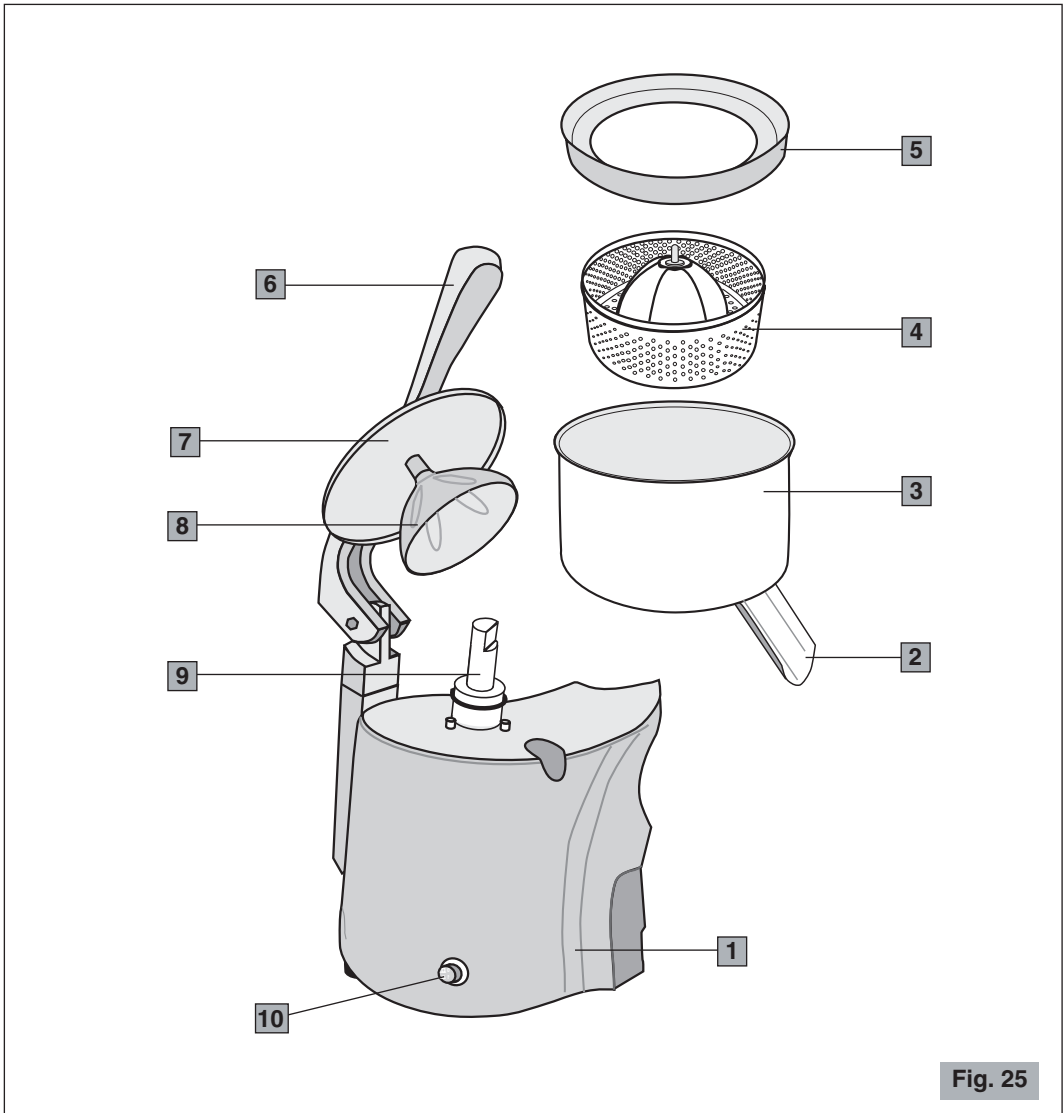
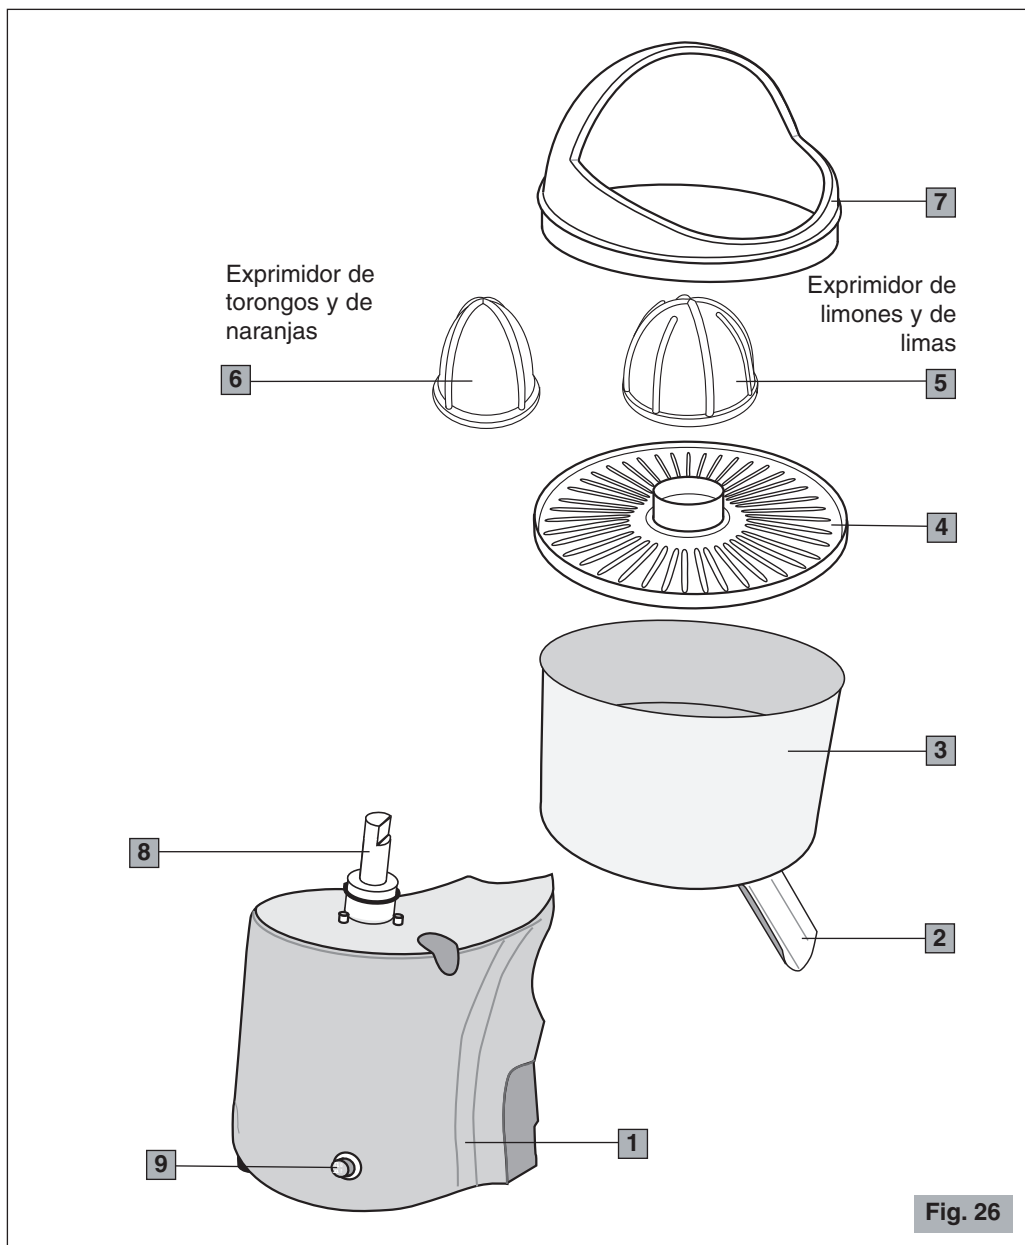

Fig. 25
Fig. 26
Componentes principales (Fig. 25 - Fig. 26)
Modelo de palanca (Fig. 25)
Modelo manual (Fig. 26)
- !** **La primera vez que se utiliza:** enjuagar con agua corriente todos los elementos de contacto con los alimentos: pico, recipiente, exprimidores, coladores, anillo protector, protector, cono (véase Fig. 25 y Fig. 26).